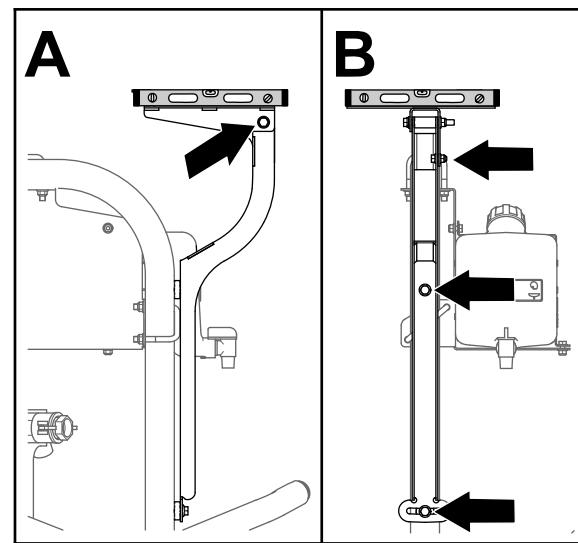

Рисунок 155
- Выровняйте пластину приемника по горизонтали слева направо (Рисунок 155).
- Выровняйте пластину приемника по горизонтали в продольном направлении (Рисунок 155).